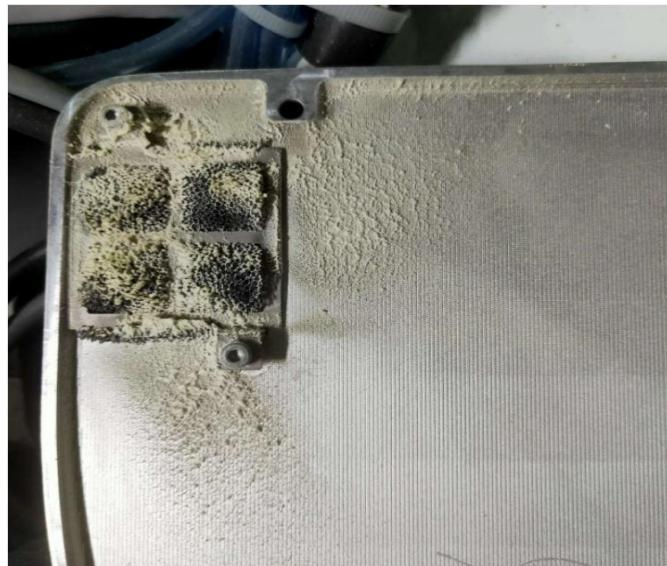

图 5-13 布满灰尘的防护网
**步骤1** 将固定风扇防护网板金的螺钉拆掉，取出布满灰尘的防护网。如图 5-13 所示。